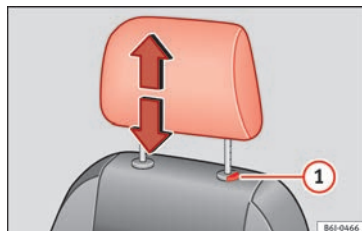

Fig. 143 Apoyacabezas delantero: ajuste o desmontaje.
- Pulse el seguro ① » fig. 143 y extraiga el apoyacabezas.